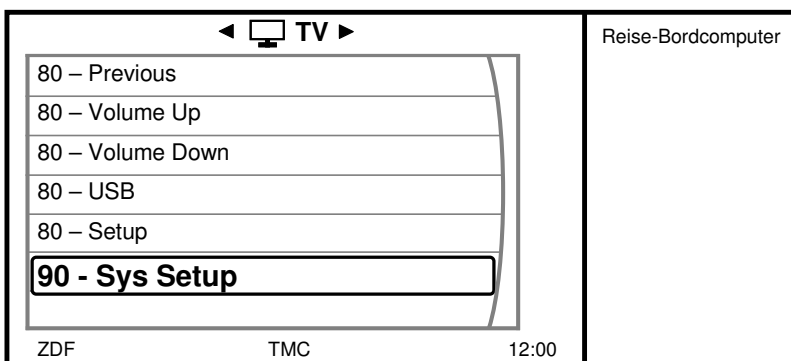

Abb.36
3. Mittels **Drehregler** den Menüpunkt **90 - SYS-SETUP** auswählen (Abb. 36).